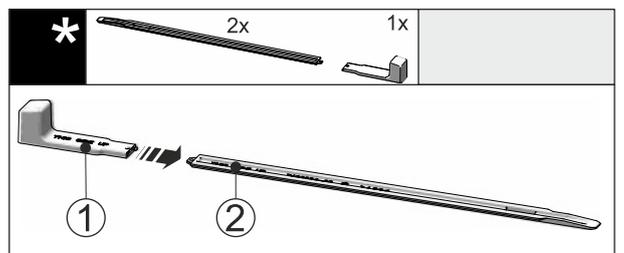

Fig. 47
- Įkiškite montavimo rankeną Fig. 47 (1) į išlyginamąjį bėgelį Fig. 47 (2).